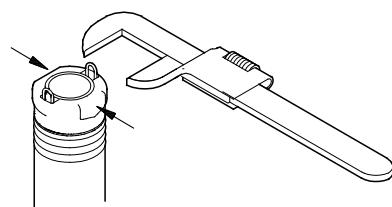

Fig. 8 Sujeción de la bomba
- La bomba sólo debe ser sujetada de las dos aletas en la parte superior de la bomba, ver fig. 8.